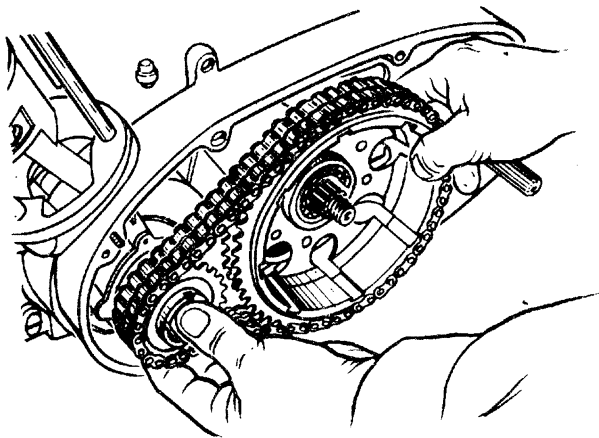

Рис. 3.13. Снятие наружного барабана муфты сцепления и звездочки коленчатого вала
— застопорив поршень деревянным брусом через выпускное окно цилиндра или заклинив цепной привод деревянной вставкой и резко ударяя молотком по ключу, стронуть звездочку с полуоси коленчатого вала. Далее, выворачивая болт, снять звездочку коленчатого вала одновременно с моторной цепью и наружным барабаном муфты сцепления в соответствии с рис. 3.13.
- сняв звездочку коленчатого вала и барабан сцепления (см. рис. 3.13.), вынуть из паза полуоси шпонку и снять с полуоси волнообразные шайбы, а с первичного вала снять распорную втулку наружного барабана сцепления и регулировочные шайбы;